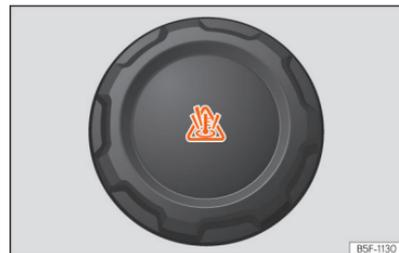

Abb. 223 Frontraum: Verschlussdeckel des Kühlmittelausgleichsbehälters.
- Der Kühlmittelausgleichsbehälter ist am Symbol auf dem Deckel erkennbar  » » (Abb. 223)